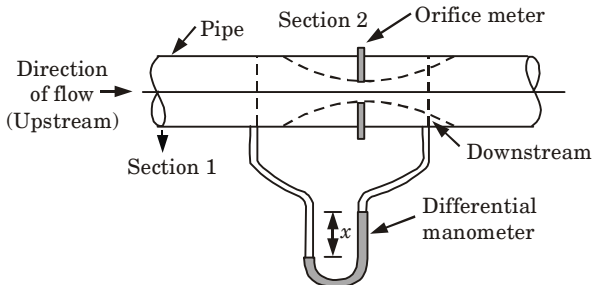

Fig. 1.12.2. Orifice Meter.
3. As shown in Fig. 1.12.2, let,